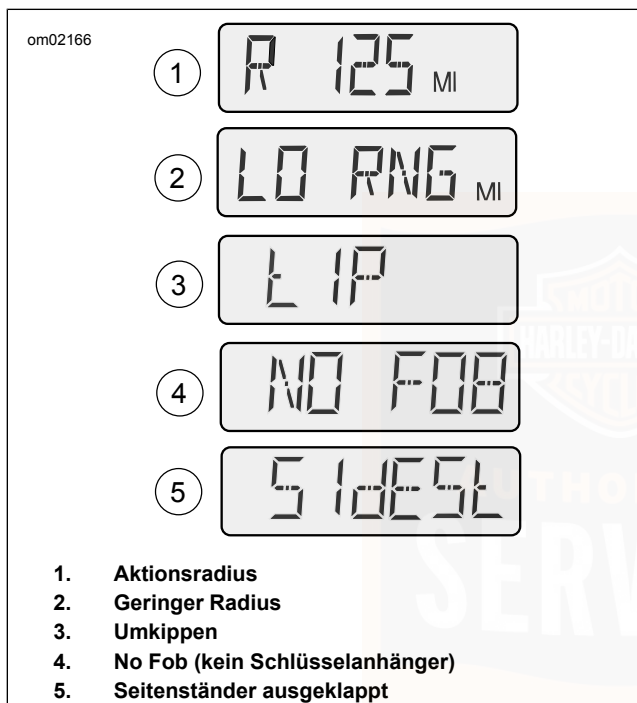

Abbildung 19. Kilometerzähler-Anzeigefenster
Siehe Abbildung 19. Die Aktionsradiusanzeige (1) zeigt die ungefähre Kilometerstrecke an, die mit dem derzeitigen Tankinhalt noch gefahren werden kann.
Siehe Abbildung 19. Wenn die verbleibende Reichweite auf 10 km oder 10 mi geschrumpft ist, erscheint als Aktionsradiusanzeige „LO RNG“ (geringe Reichweite) (2), um darauf hinzuweisen, dass der Kraftstoff bald vollständig aufgebraucht sein wird.
Siehe Abbildung 19. Sollte das Motorrad umkippen, wird in der Displayanzeige „tip“ (3; „umgekippt“) eingeblendet. Der Motor kann erst nach dem Zurücksetzen wieder gestartet werden.
Siehe Abbildung 19. Falls das Motorrad mit einem Sicherheitssystem ausgestattet ist und weggefahren wird, ohne den Schlüsselanhänger mitzunehmen, erscheint auf der Kilometeranzeige vorübergehend „NO FOB“ (4) (kein Schlüsselanhänger).
Siehe Abbildung 19. Bei internationalen Modellen (HDI) wird die Meldung „SidE StAnd“ (5) eingeblendet, wenn bei ausgeklapptem Ständer ein Gang eingelegt wird. Siehe Ständersperre: Internationale Modelle (Seite 72).